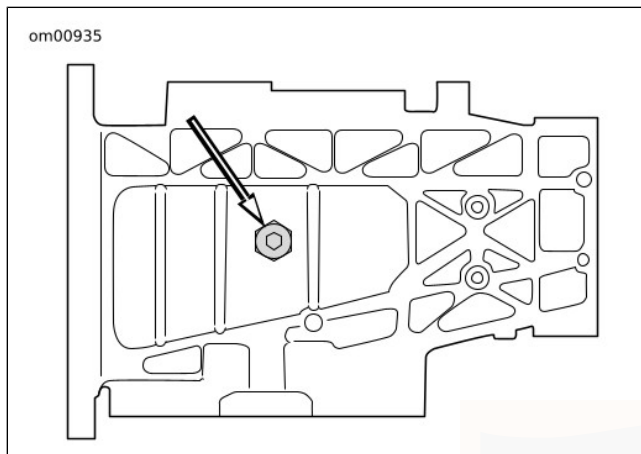

Figura 37. Tappo di scarico dell'olio del cambio (vista dal basso)
2. Vedere Figura 37. Rimuovere il tappo di scarico dell'olio del cambio e scaricare l'olio in un apposito recipiente.